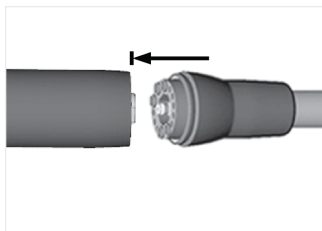

FIG. 2
2. Conecte el motor al tubo flexible patentado (con conector tipo MCX) como se muestra en FIG. 2.